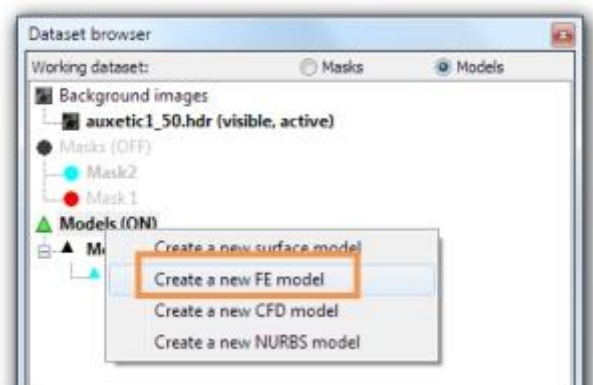

图 1-19 建一个新的 FE 模型
1. 在 Dataset browser, 右击 Models 并选择 **Create a new FE model** (图 1-19) 或者点击 **Home → Models → New FE**。